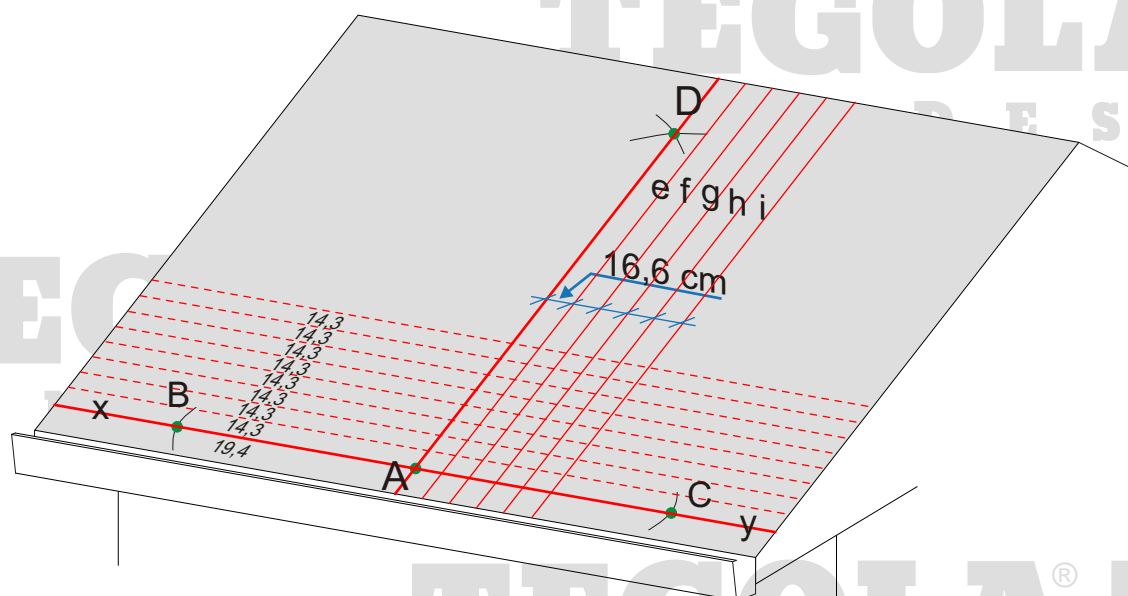

Fig. 1 - Tracciamento della copertura
- Partendo dalla linea xy tracciare delle linee orizzontali e parallele alla distanza di cm 14,3 fra di loro fino ad arrivare al colmo (fig.1).